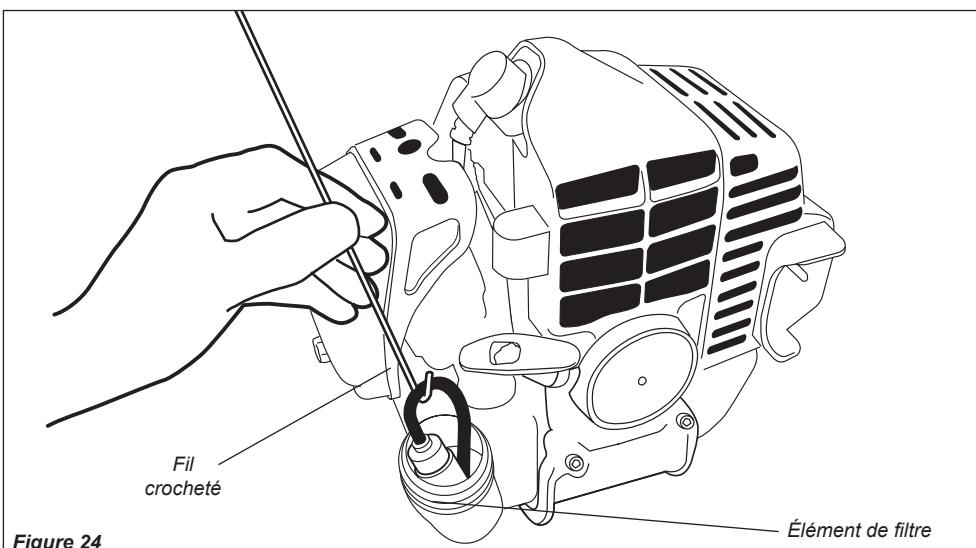

Figure 24
- Utiliser un fil crocheté pour extraire la crêpine de carburant du réservoir à carburant. Voir figure 24.
3. Avec un tournevis à pointe cruciforme, retirer les cinq vis maintenant le pare-étincelles et le couvercle sur le silencieux. Voir figure 24.
5. Avec une clé hexagonale de 4 mm, ôter les trois boulons du silencieux, ainsi que le silencieux. Voir figure 24.